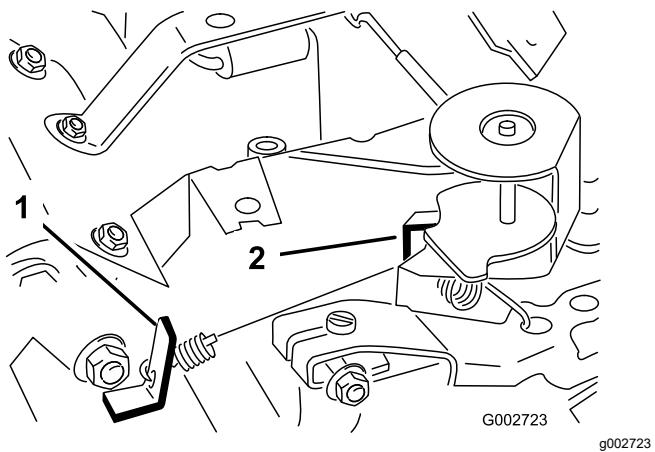

Рисунок 39
3. Отогните язычок пружинодержателя регулируемых оборотов холостого хода (Рисунок 39) так, чтобы получить малую частоту холостого хода в пределах от 1675 до 1175 об/мин.
6. Отогните язычок пружинодержателя высоких оборотов (Рисунок 39) так, чтобы получить высокую частоту 3 350 – 3 450 об/мин.